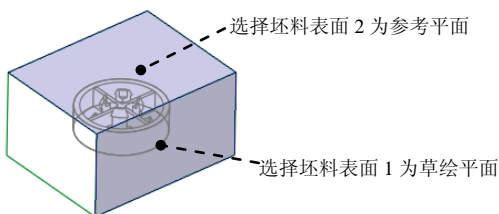

图 18.8 定义草绘平面
(1) 单击 **分型面** 功能选项卡 **形状** 区域中的 按钮，此时系统弹出“拉伸”操控板。
(2) 定义草绘截面放置属性。右击，从系统弹出的菜单中选择 **定义内部草绘...** 命令；选取图 18.8 所示的坯料表面 1 为草绘平面，接受默认的草绘视图方向，然后选取图 18.8 所示的坯料表面 2 为参考平面，方向为 **上**。然后单击 **草绘** 按钮。